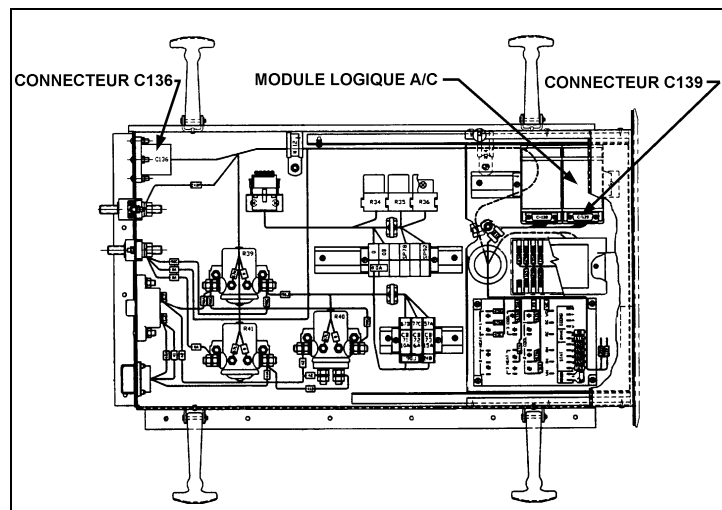

FIGURE 5 : CONNECTEURS DE LA BOÎTE DE JONCTION A/C
3. Débrancher le connecteur C139 du module logique A/C (voir fig. 5). Brancher le connecteur C139M du câblage (Prévost #064771) au module logique A/C et le connecteur C139 au connecteur qui était installé sur le module. Se référer au schéma électrique D060869 P. 18 Rév. 028.